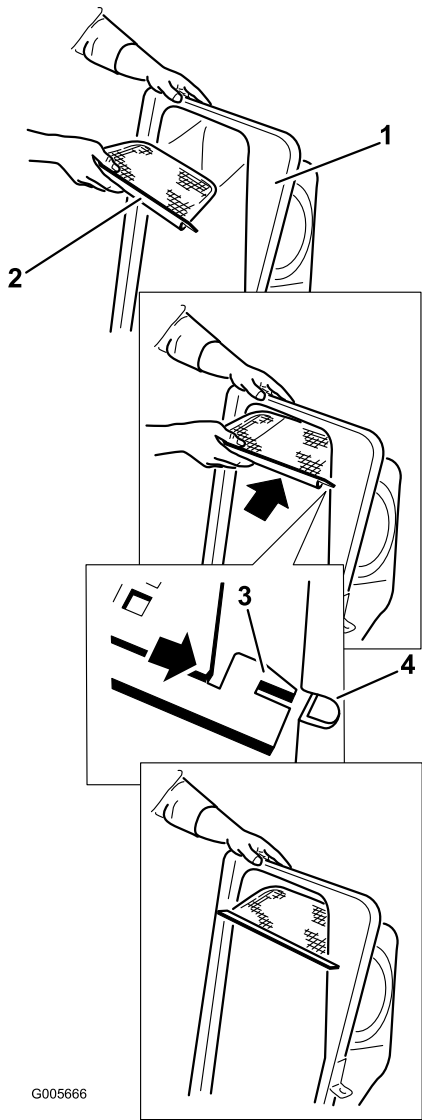

Figure 14
2. Montez le filtre comme montré à la Figure 14 de sorte à l'incliner dans la direction des bacs de ramassage.